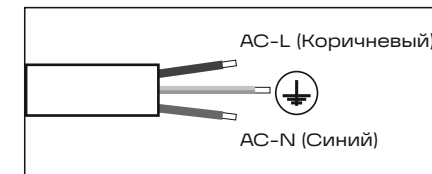

Рис. 6
- 1.1.5 Выполните электрическое подключение осветительного прибора согласно рис. 6.
- 1.2.5 Выполните электрическое подключение осветительного прибора согласно рис. 6.